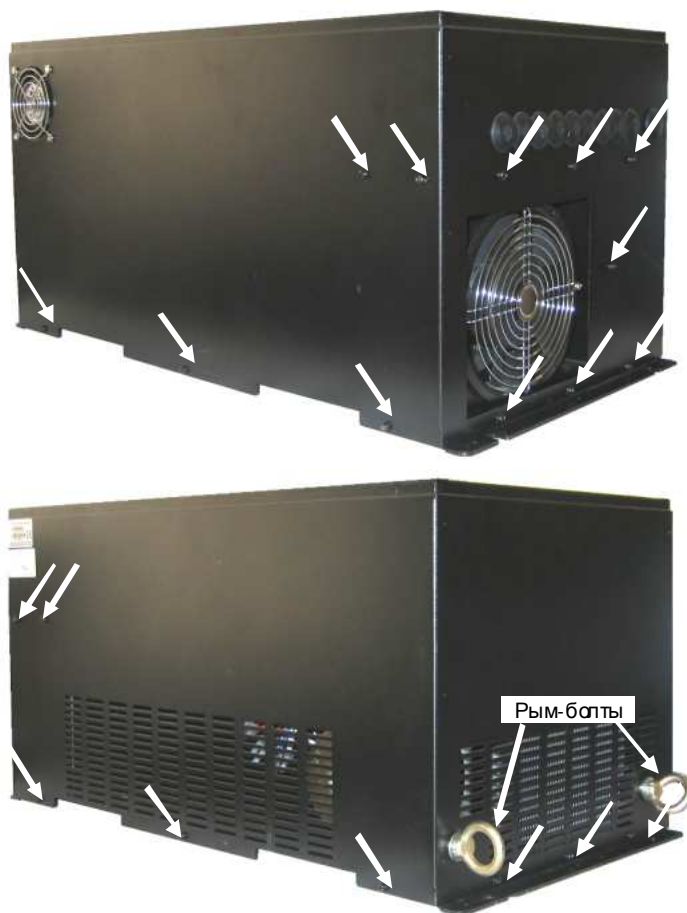

Рис. 6.25. Расположение винтов крепления корпуса.
6.23.1. Отвернуть 20 винтов крепления кожуха и два рым-болта 1 и демонтировать его (рис. 6.25).
7.2.1. Надеть кожух на корпус, совместив отверстия для крепления, наживить винты (20 по всему периметру рис.6.25).
7.2.2. Вкрутить два рым-болта 1 (рис.6.25) и затянуть их, а затем остальные винты.